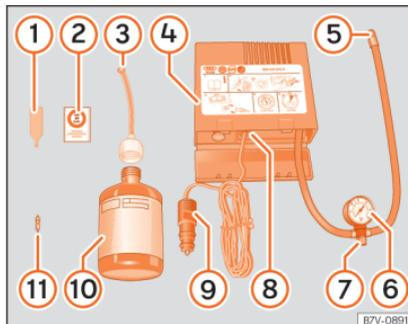

Abb. 71 Prinzipdarstellung: Bestandteile des Pannensets
• Ventilkappe und Ventileinsatz vom Reifenventil abschrauben. Verwenden Sie den Ventileinsatzdreher »» **Abb. 71**  zum Heraus-schrauben des Ventileinsatzes. Legen Sie den Ventileinsatz auf einem sauberen Untergrund ab.
• Reifendichtmittelflasche kräftig schütteln »» **Abb. 71** .
• Schrauben Sie den Einfüllschlauch »» **Abb. 71**  auf die Dichtmittelflasche. Die
• Verschlussstopfen vom Einfüllschlauch »» **Abb. 71**  entfernen und das offene Ende ganz auf das Reifenventil stecken.
• Ventileinsatz mit dem Ventileinsatzdreher »» **Abb. 71**  wieder in das Reifenventil schrauben.
• Reifenfüllschlauch »» **Abb. 71**  des Luftkompressors fest auf das Reifenventil schrauben.
• Prüfen, ob die Luftablassschraube »» **Abb. 71**  zuge dreht ist.
• Stecker »» **Abb. 71**  in die 12 Volt-Steckdose des Fahrzeugs stecken »»  Seite 170.
• Luftkompressor mit dem EIN- und AUS-Schalter »» **Abb. 71**  einschalten.